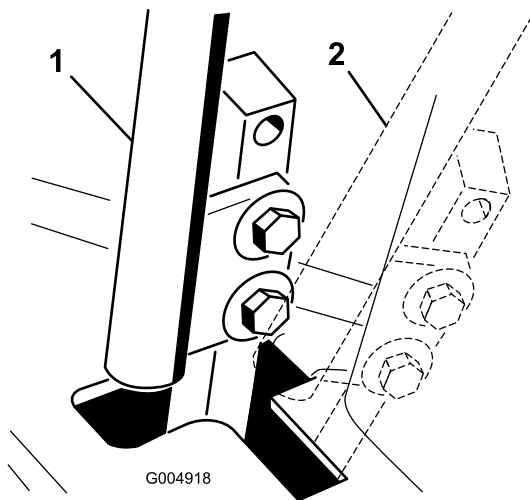

**Bild 53**
5. Ziehen Sie den Hebel zurück, bis der Lastösenbolzen (am Arm über der Gelenkwelle) das Schlitzende berührt (und soeben Druck auf die Feder ausübt), wie in Bild 53 abgebildet.
7. Sollte eine Einstellung erforderlich sein, lockern Sie die Mutter und die Klemmmutter gegen das Joch (Bild 53).
8. Drücken Sie den Fahrtriebshebel leicht nach hinten, drehen Sie den Kopf der Einstellschraube in die entsprechende Richtung, bis der Schaltbügel Schalthebel in der ARRETIERTEN NEUTRAL-Stellung zentriert ist (Bild 53).
9. Ziehen Sie die Mutter und die Klemmmutter an (Bild 53).
10. Ziehen Sie die Klemmmuttern an den Kugelgelenken fest (Bild 53).